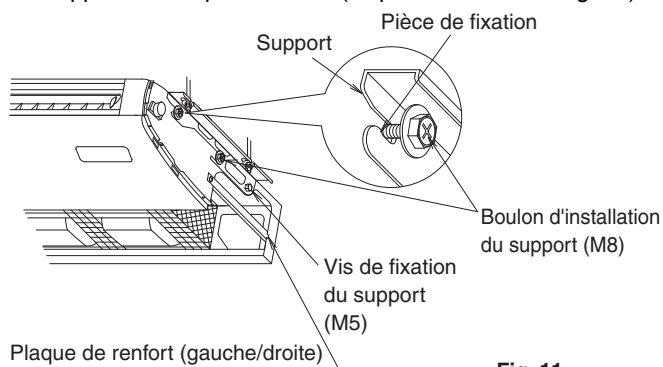

Fig. 11
- Soulevez l'unité intérieure, faites-la glisser depuis l'avant et insérez le boulon (M8) d'installation du support fermement pour une suspension temporaire. (Reportez-vous à la Fig. 11)
- Serrez les vis (M5) de fixation du support à 2 emplacements, qui ont été retirées, comme elles étaient auparavant. (Reportez-vous à la Fig. 11)
- (4) Serrez correctement les boulons (M8) d'installation du support à 4 emplacements. (Reportez-vous à la Fig. 11)